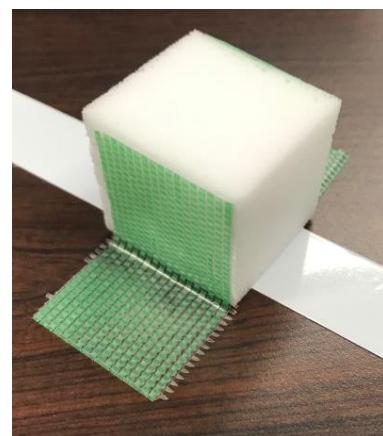

図 8 妨害スponジ
- 2) 図 8 に示すように、スponジに対して、周囲 20mm 程度、固定用養生テープが占有する形となる。